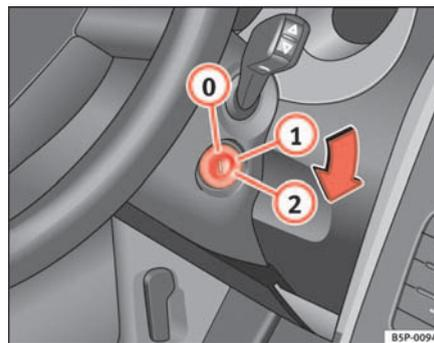

Fig. 130 Posizioni della chiave di accensione
In questa posizione ⇒ fig. 130 sia il motore che il quadro sono spenti e si può inserire il bloccasterzo.
- Girare la chiave fino alla posizione ⇒ pag. 165, fig. 130 ①. La spia  si accenderà nel caso di preincandescenza del motore.
- Quando la spia si spegne, mettere in moto girando la chiave nella posizione ②, senza dare gas.
- Girare la chiave fino alla posizione ⇒ pag. 165, fig. 130 .